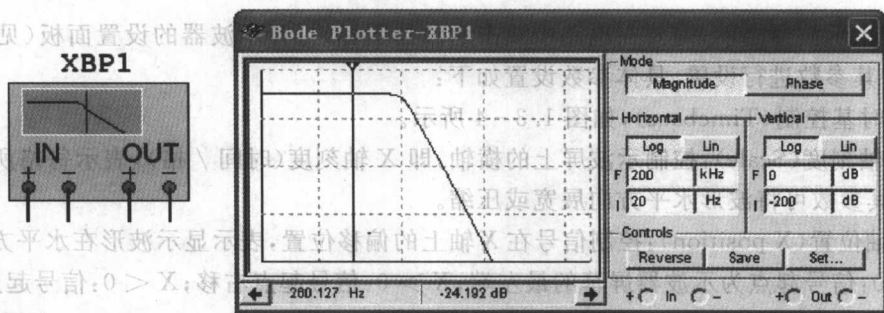

图 1.3-7 波特图仪图标及面板
波特图仪(Bode Plotter) 又称频率特性仪或扫频仪, 用于测量电路的幅频特性与相频特性。如图 1.3-7(左) 所示为波特图仪图标, 其有 IN 和 OUT 两对端口, 其中 IN 端口的“+”和“-”分别接被测电路输入端的正端和负端; OUT 端口的“+”和“-”分别接电路输出端的正端和负端。使用波特图仪时, 必须在电路输入端接入交流信号源。
双击波特图仪图标, 出现如图 1.3-7(右) 所示的波特图仪面板, 包括以下内容:
(3) 读数指针: 为了准确测量特性曲线上任意点的频率、增益或者相位差, 可用鼠标拖动读数指针(位于波特图仪中的垂直光标), 如图 1.3-7(中) 所示, 此时读数指针在 260.127Hz 处, 其纵轴增益为 -24.192dB。